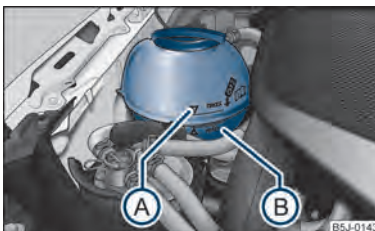

Fig. 125 Compartimentul motor: Vas de expansiune lichid de răcire
- Verificați nivelul lichidului de răcire din vasul de expansiune ⇒ fig. 125. Când motorul este rece, nivelul lichidului de răcire trebuie să se afle între marcasele „MIN” (B) și „MAX” (A). Când motorul este cald, nivelul lichidului de răcire poate fi și puțin peste marcajul „MAX”.
- Așezați o lavetă pe capacul vasului de expansiune ⇒ fig. 125 și desfaceți capacul **cu grijă** spre stânga ⇒ .